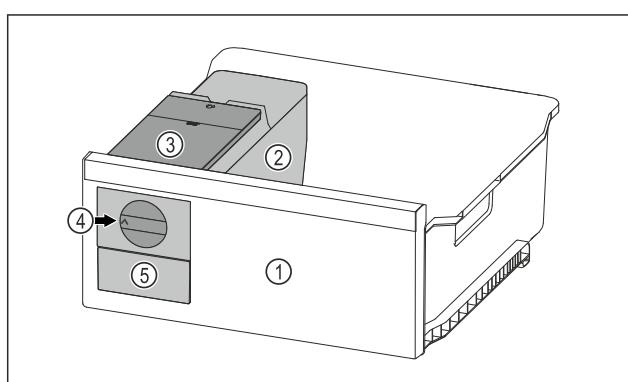

Fig. 125 Примерное изображение
- Поверните поворотную кнопку Fig. 125 (4) по часовой стрелке до упора.
- Кубики льда упадут из ванночки для кубиков льда в выдвижной ящик для кубиков льда Fig. 125 (5). Если не все кубики льда извлекаются из ванночки для кубиков льда: